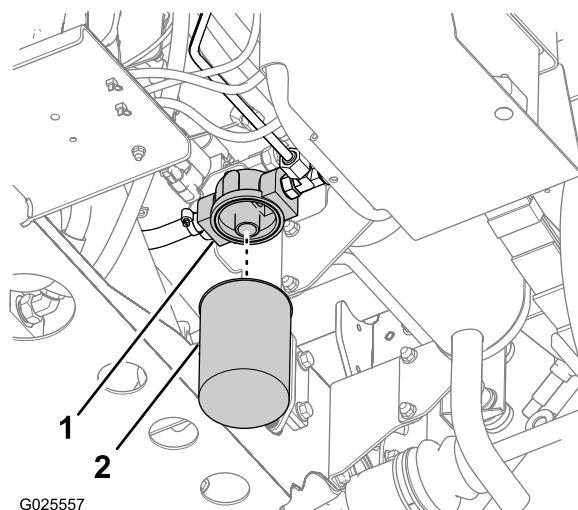

Figura 82
2. Limpe a zona em torno da montagem do filtro (Figura 82).
3. Coloque um recipiente de escoamento debaixo do filtro (Figura 82).
4. Retire o filtro rodando-o no sentido contrário ao dos ponteiros do relógio (Figura 82).
5. Limpe a superfície de encaixe do filtro do adaptador do filtro (Figura 82).
7. Enrosque o filtro no adaptador do filtro até a junta do filtro entrar em contacto com a superfície de encaixe do adaptador (Figura 82) e depois aperte o filtro mais 1/2 volta (Figura 82).